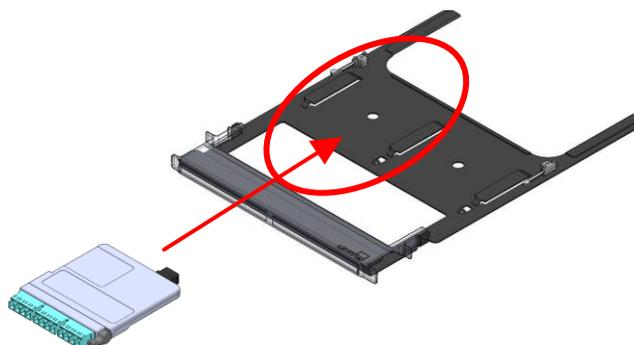

Figure 14
3. Insérer la cassette ou la plaquette de la manière illustrée à la figure 14.